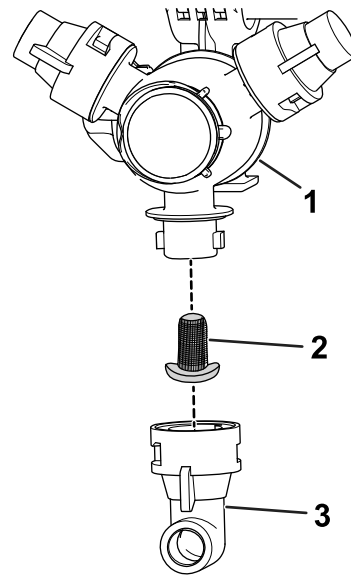

Bild 49
- Nehmen Sie die Düse vom Sprühdrehkreuz ab (Bild 49).
- Entfernen Sie den Düsenfilter (Bild 49).
- Setzen Sie den Düsenfilter ein (Bild 49).
- Setzen Sie die Düse auf das Sprühdrehkreuz auf (Bild 49).